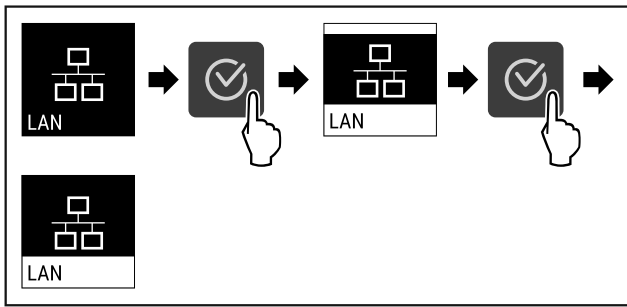

Fig. 82
- ▶ Genomför stegen (se Fig. 82).